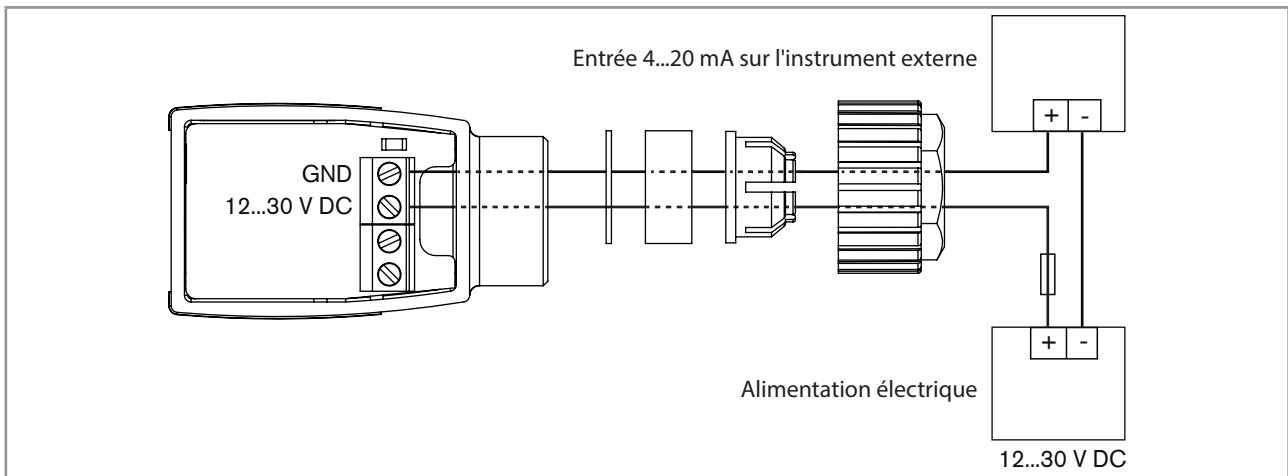

Fig. 3 : Appareil avec presse-étoupe – raccordement de la sortie courant
- Raccorder la sortie courant 4...20 mA. Se reporter à Fig. 3.